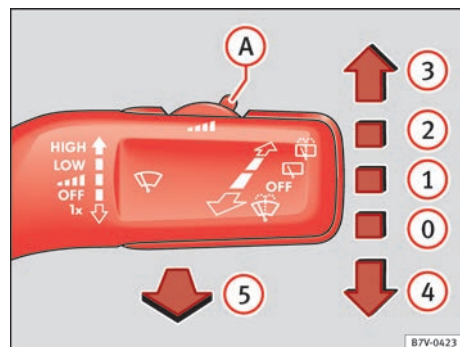

Fig. 66 Utilização do limpa pára-brisas:
- Pressione o manípulo do limpa pára-brisas brevemente para baixo ⇒ Fig. 66 ④. ►